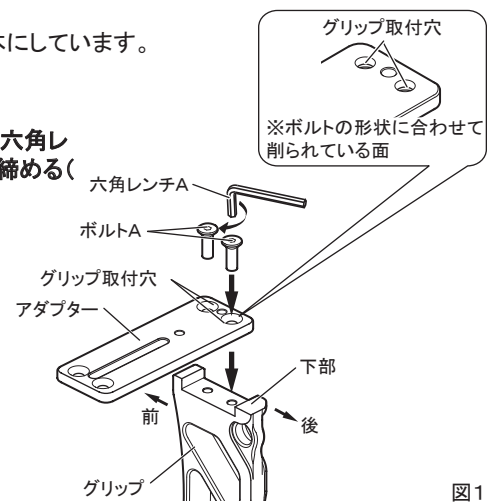

図1
**1 グリップの下部にアダプターをセットし、付属の六角レンチAで付属のボルトAを時計方向にまわして締める(図1)**